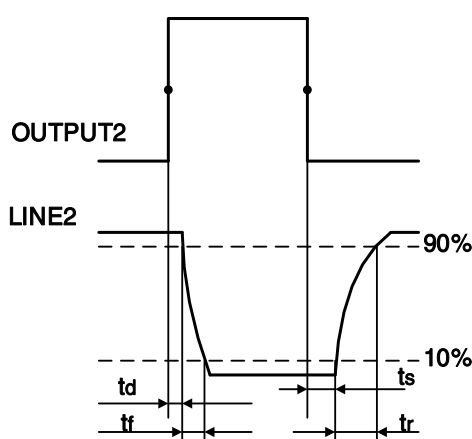

图 7-40 Line2 输出电路参数
- 上升沿延时=tr+td: <20μs (0°C~45°C)，参数说明见图 7-40
- 下降沿延时=ts+tf: <20μs (0°C~45°C)，参数说明见图 7-40